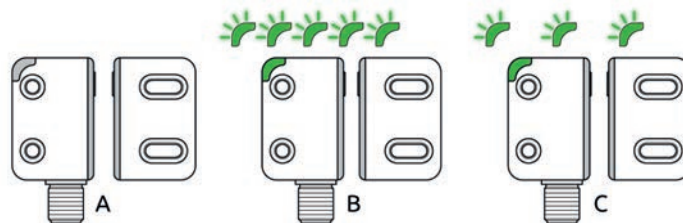

Figura 30 - Segnalazioni teach-in automatico
- Posizionare l'attuatore di fronte al sensore (a una distanza < 2 mm) (Figura 30, condizione A).
- Il sensore legge il codice dell'attuatore e avvia il processo di associazione (Figura 30, condizione B).
- La procedura sarà completata dopo 5 secondi (Figura 30, condizione C).